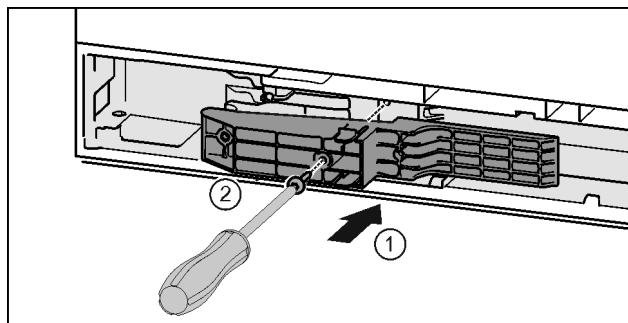

Fig. 43*
- Вставить деталь адаптера в отверстие на стороне ручки. Fig. 43 (1)
- Затянуть винты отверткой T15. Fig. 43 (2)